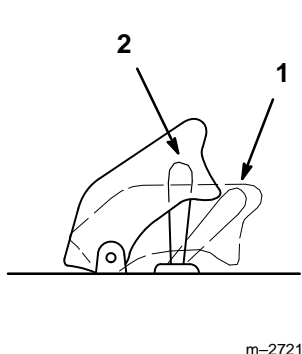

Figure 3
3. Débrayer la prise de force (PdF) (Fig. 3).